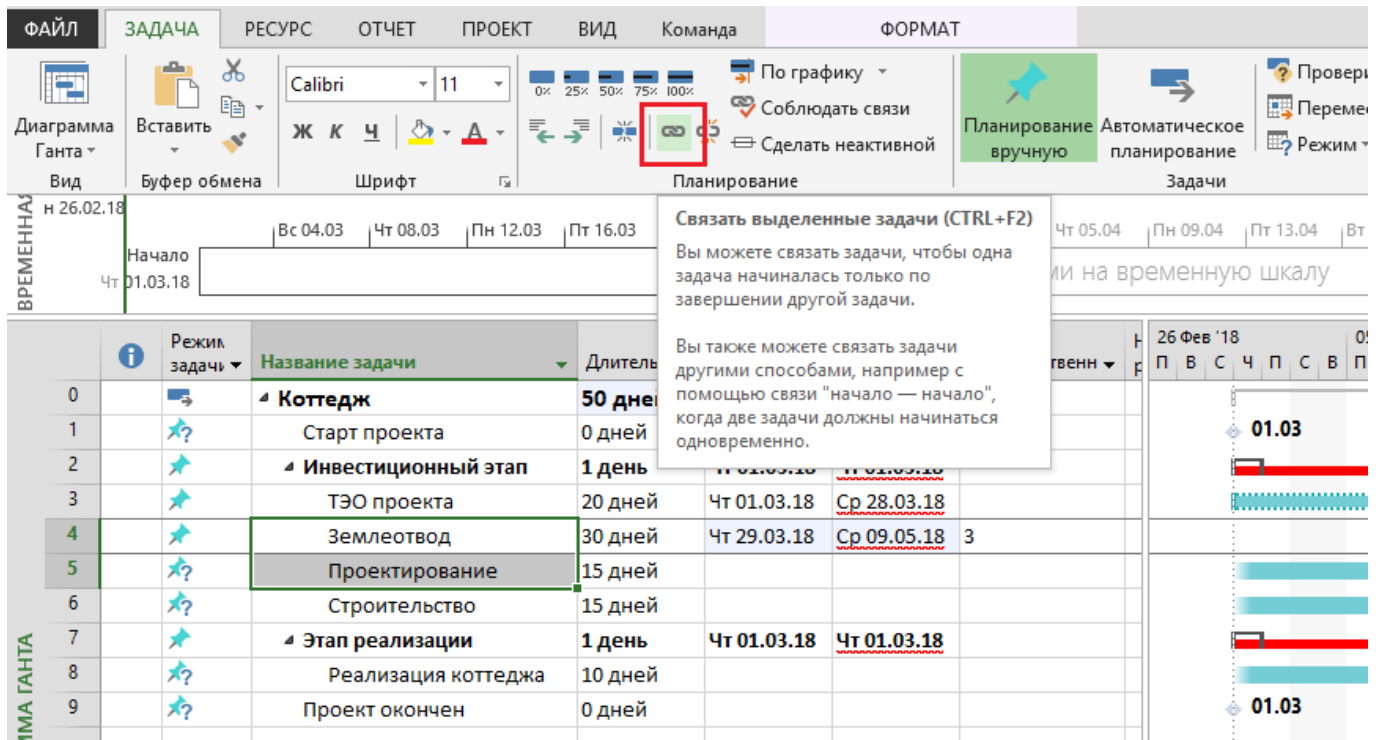

Рисунок 7 – Формирование связей между задачами через кнопку «Связать задачи»
- b. Щелкнуть на пиктограмме «Связать задачи» на вкладке «Задача» в разделе «Планирование», Рисунок 7.